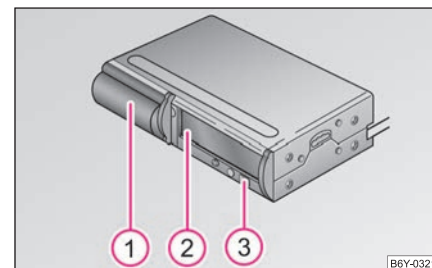

Abb. 128 CD-Wechsler
- Schachtverschluss ① ⇒ Abb. 128 ganz aufschieben.
- Drücken Sie die Taste ③. Das Magazin ② wird automatisch ausgeschoben.